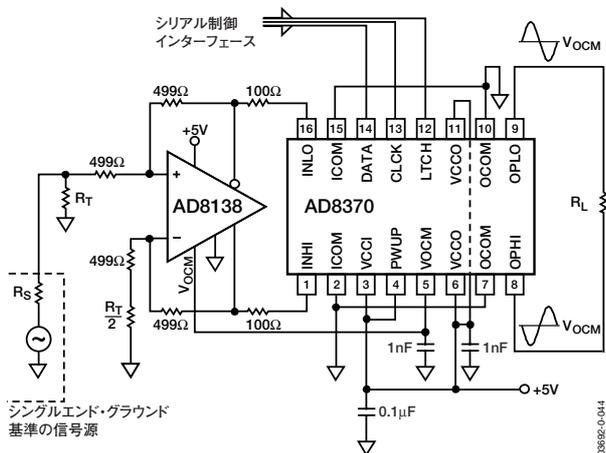
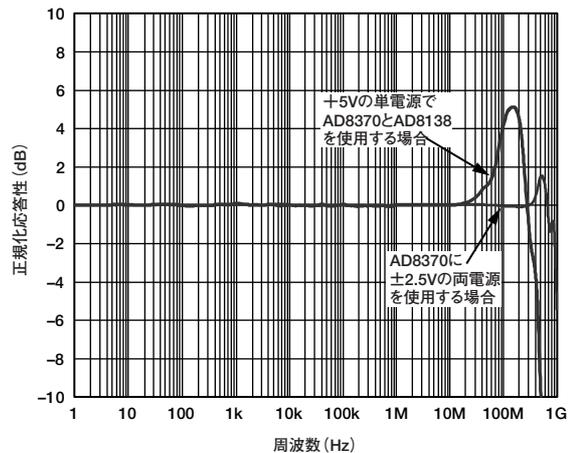

図50. AD8370のDC結合。AD8138をユニティ・ゲインのレベル・シフト用アンプとし、信号源の同相レベルを中間電源まで増加
図51. 図49と図50に示す2つの回路の正規化周波数応答性
両電源の使用が不都合な場合に対処するために、図50に第2のオプションを示します。この回路では差動アンプのAD8138を使用し、駆動信号源の同相レベルを中間電源に変換します。こうすれば、両電源なしでグラウンド基準の信号源でDC精度性能が得られます。図50に示す回路の帯域幅は、AD8138のゲイン帯域幅 (GB) 積によって制限されます。2種類の方法における正規化された周波数応答性を図51に示します。